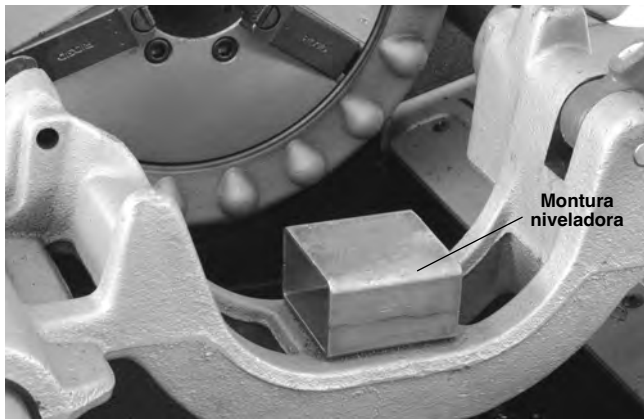

Figura 16 – Montura en el carro 535
2. Si está usando una máquina 535M con el carro de espacio libre alto, coloque la montura niveladora sobre el carro como se muestra en la *Figura 16*.
- Coloque la montura niveladora sobre el carro como se muestra en la Figura 16.